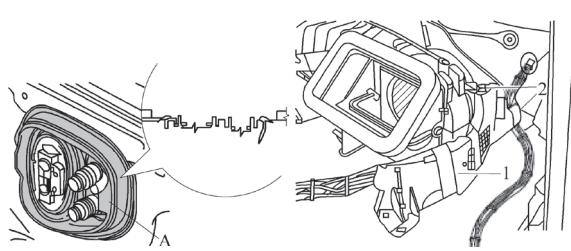

图 5-16 从密封件 A 中
13) 如图 5-16 所示，将空调暖风装置从密封件 A 中拉出。